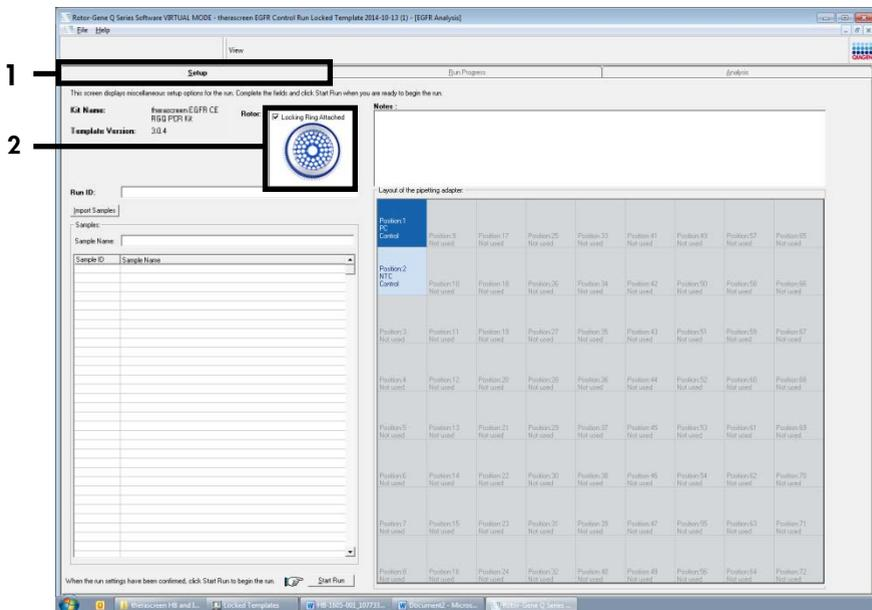

Abbildung 2. Registerkarte „Setup“ (Konfiguration) (1) mit dem Kontrollkästchen „Locking Ring Attached“ (Schließring angebracht) (2).
14. Standardmäßig wird die Registerkarte „Setup“ (Konfiguration) angezeigt (Abbildung 2). Vergewissern Sie sich, dass der Schließring richtig angebracht ist, und aktivieren Sie dann das Kontrollkästchen Locking Ring Attached (Schließring angebracht). Schließen Sie den Deckel des Rotor-Gene Q MDx 5plex HRM Instruments.